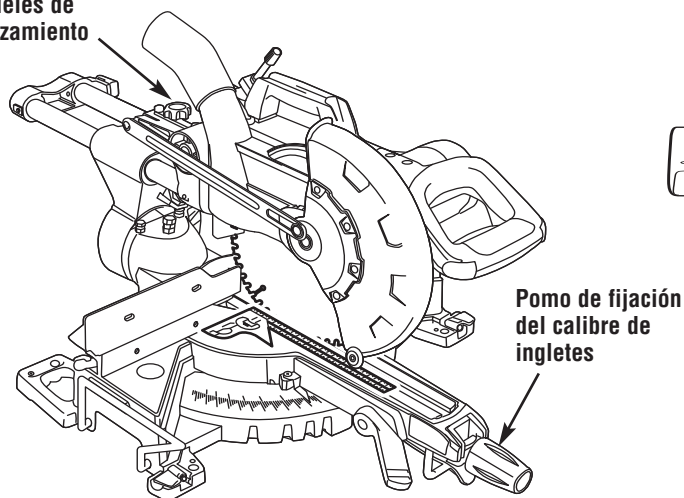

Figura 13. Hoja en ángulo recto con el tope-guía
1. Asegúrese de que se haya tirado del ensamblaje del cabezal hacia adelante para que esté cerca del centro de la mesa y de que el pomo de fijación de los rieles de deslizamiento esté apretado (Figura 13).
4. Coloque una escuadra de combinación contra el tope-guía y junto a la hoja tal como se ilustra. Sitúe la escuadra adecuadamente para que no haga contacto con el diente de la hoja de sierra. La hoja de sierra debe hacer contacto con toda la longitud de la escuadra (Figura 13).